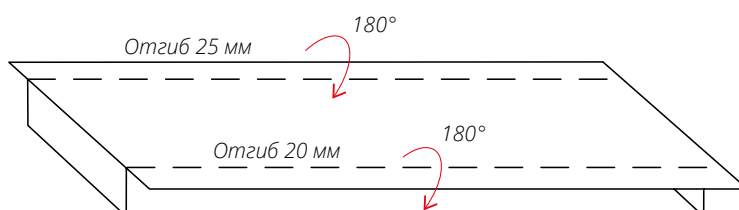

Рис. 11
- Нарращивание Панели под конек производится по технике прямых-обратных отгибов. Подготовьте для наращивания Панель под конек, как показано на *рис. 11*. Зацепите подготовленную Панель под конек с верхней планкой юбки, обработайте киянкой линию стыка, закрепите Панель к дополнительным доскам обрешетки саморезами 4,8\*29.